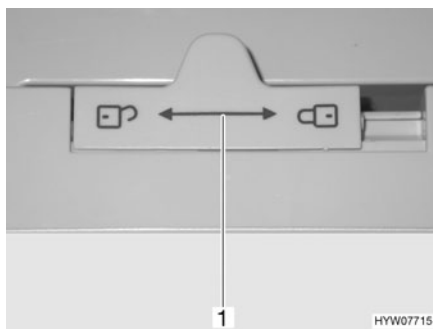

Fig. 134 Dispositif de verrouillage de la porte du réfrigérateur (Dometic Série 7)
- Pousser le dispositif de verrouillage (Fig. 134,1) vers la gauche "🔓".
- Pousser le dispositif de verrouillage (Fig. 134,1) complètement vers la droite "🔒".